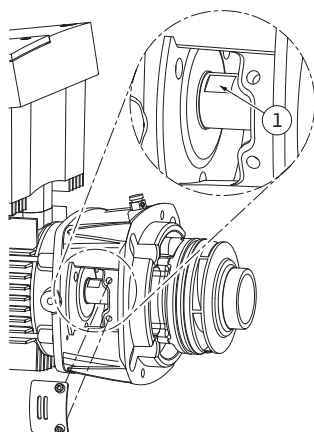

Fig. 54: Plochy klíče na hřídeli
15. Do okénka lucerny zasuňte otevřený klíč, optimální velikosti 22 mm, a držte hřídel na plochách klíče (Fig. 54, pol. 1). Vyšroubujte matici oběžného kola (Fig. 7, pol. 15). Dojde k automatickému stažení oběžného kola (Fig. 7, pol. 16) z hřídele.
24. Při montáži oběžného kola vsuňte do okénka lucerny otevřený klíč, optimální velikosti 22 mm, a držte hřídel na plochách klíče (Fig. 54, pol. 1).